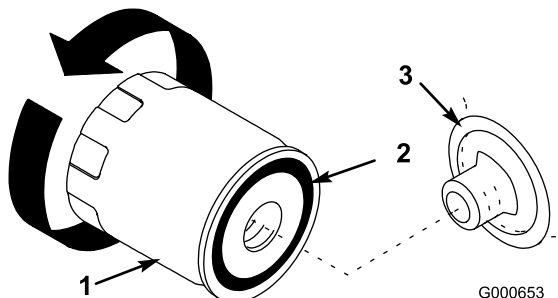

Figura 22
- Retire el filtro usado y limpie con un paño la superficie de la junta del adaptador del filtro (Figura 22).
- Aplice una capa fina de aceite nuevo a la junta de goma del filtro nuevo (Figura 22).
con el adaptador del filtro, luego apriete el filtro media vuelta más (Figura 22).